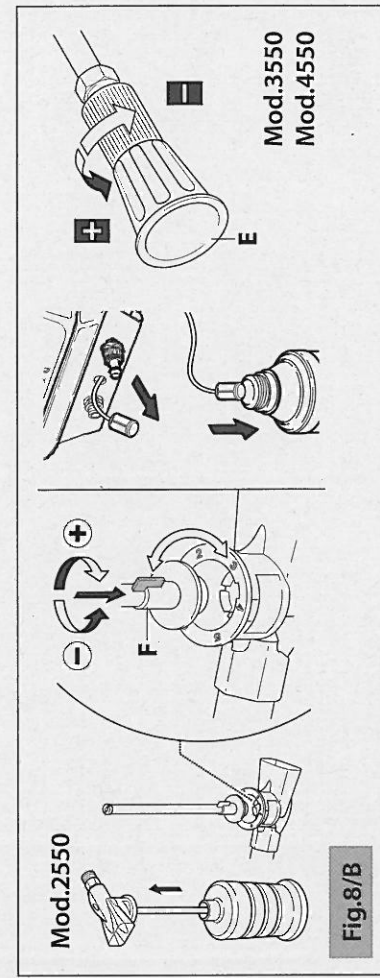

Fig.8/B
- Per fermare la macchina bisogna prima rilasciare la leva della pistola, pos.A Fig.10 quindi premere l'interruttore (a DX) del bruciatore per mod.2550, o ruotare il termostato (a SX) portandolo su 0 per mod.3550 - 4550, premere poi l'interruttore motore elettrico a due posizioni (I/O) sulla posizione 0 per spegnere l'idropulitrice. (Vedi fig.8).